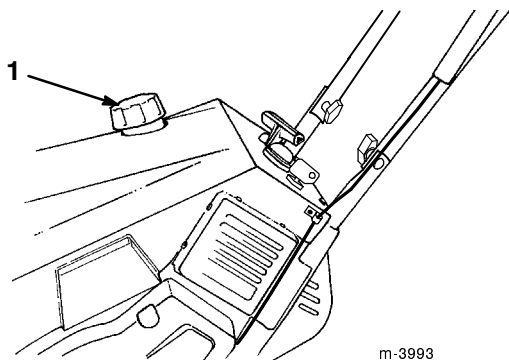

Figure 7
1. Nettoyez la surface autour du bouchon du réservoir de carburant (Fig. 7).